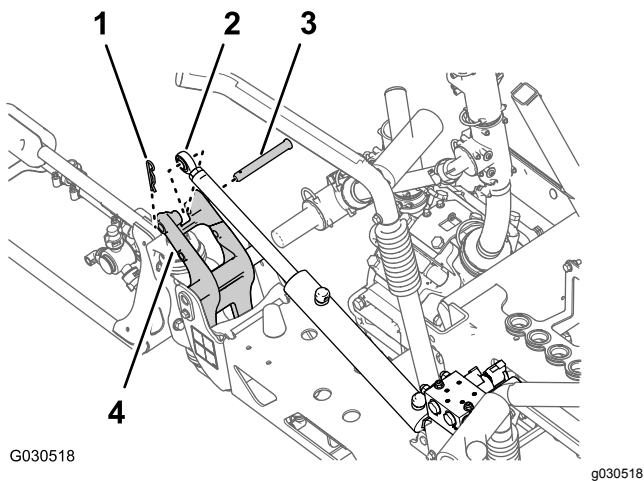

図 40
- 昇降シリンダをピボットブラケットに固定しているヘアピンとクレビスピンを取り外す 図 40。